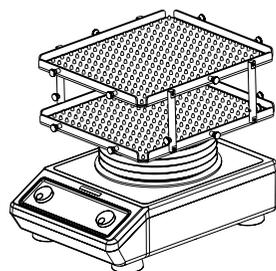

Figure 2
2. Placez les deux plateaux sur les barres d'empilement aux positions A1 à A4, comme illustré sur la figure 2.